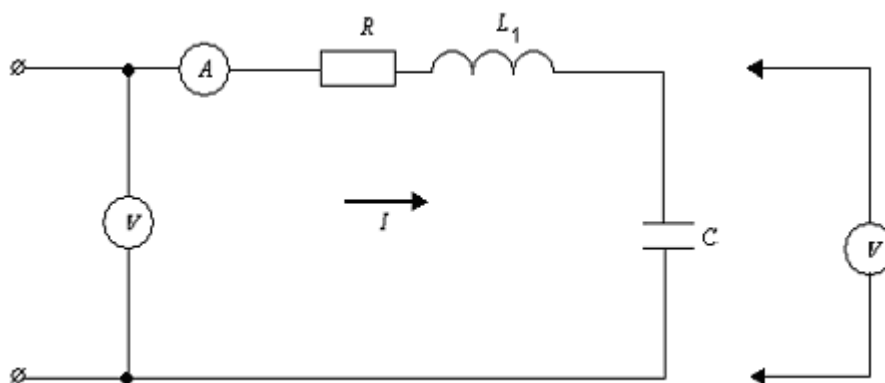

Рисунок 3.1
1) Записать закон Ома в комплексной форме и для действующих значений неразветвленной цепи R, L, C (рисунок 3.1).
3.2.1 Собрать цепь по схеме (рисунок 3.1). Установить напряжение на входе в пределах от 5 до 15 В, частоту источника f порядка 1000 Гц. Активное сопротивление $R_1 = 50 \div 200 \text{ Ом}$; индуктивность катушки $L = 10 \div 30 \text{ мГн}$, емкость $C = 1 \div 3 \text{ мкФ}$. Измерить ток и напряжения на всех элементах. Результаты измерений занести в таблицу 3.1.